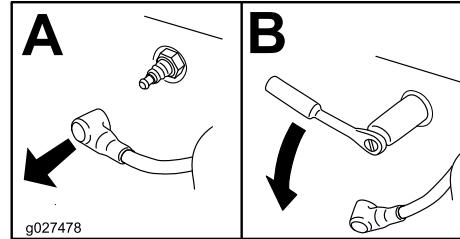

Figura 48
4. Localice y retire la(s) bujía(s), tal y como se muestra en la Figura 48.